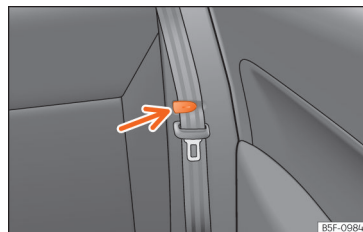

Fig. 133 Sedile posteriore: morsetto per sostenere la cintura di sicurezza.
- Collocare le cinture di sicurezza laterali nel morsetto del rivestimento »» fig. 133.